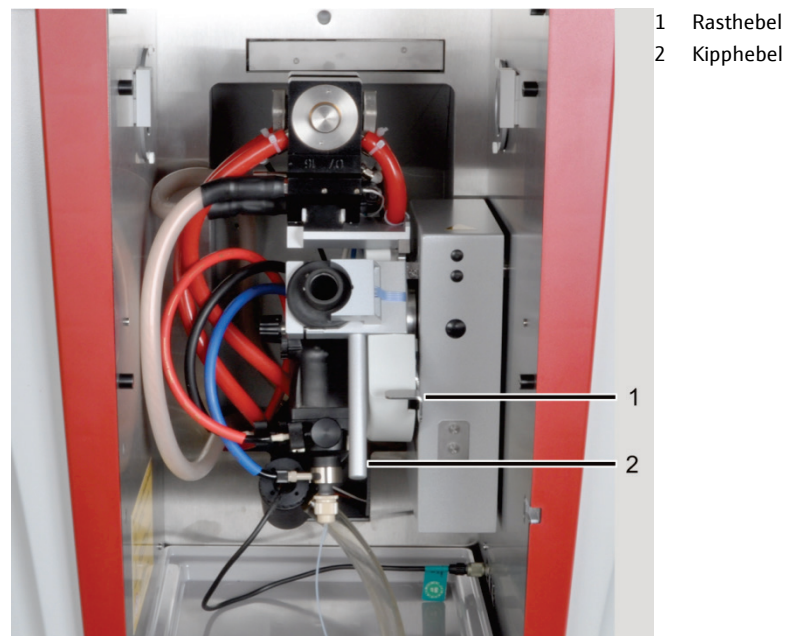

Bild 38 Atomisierungstechnik wechseln
- Rasthebel (1 in Bild 38) nach oben drücken, um ihn auszuklinken.
- Dabei Graphitrohrföfen mit Hilfe des Kipphebels (2 in Bild 38) nach vorn bzw. hinten kippen, bis der Anschlag erreicht ist. Dadurch gewünschten Atomisator in die Arbeitsposition bringen.
- Dabei Graphitrohrofen mit Hilfe des Kipphebels (2 in Bild 38) nach hinten kippen, bis der Anschlag erreicht ist. Dadurch geklemmten Stutzen in die Arbeitsposition bringen.